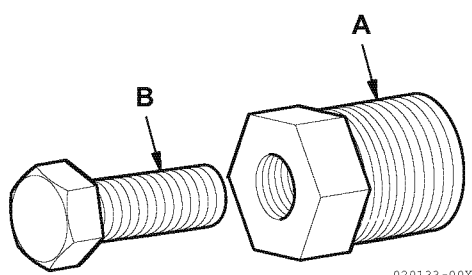

Figura 9
2. Monte el extractor (A, **Figura 9**) en el rotor.
3. Gire el tornillo extractor (B, **Figura 9**) en sentido de las agujas del reloj para extraer el rotor del cuerpo de la bomba.